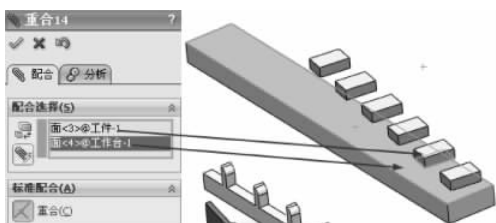

图 3-238 重合配合
(27) 选择【标准配合】选项组下的【重合】配合类型,在【要配合的实体】选择框中选择如图 3-238 所示的面,其他保持默认,单击【确定】按钮,完成重合配合。